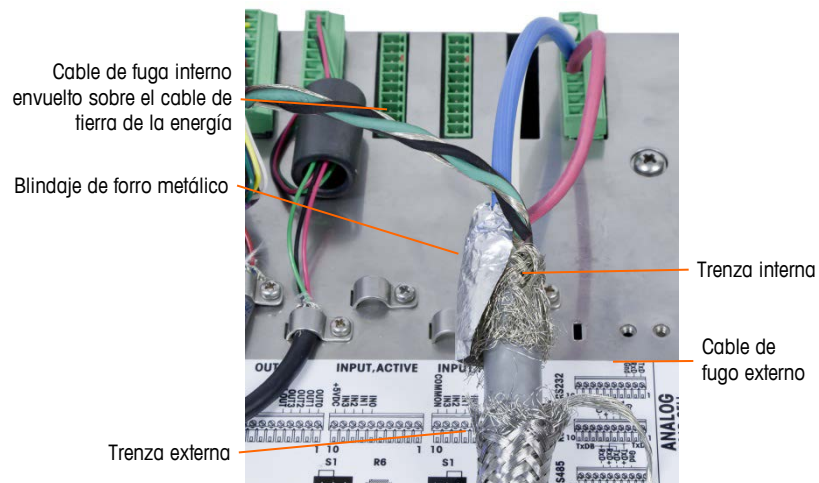

Figura 2-50: Cable de conexión POWERCELL PDX, gabinete para montaje en panel
- a. Deslice hacia atrás la trenza externa y pliegue la trenza interna recortada y el blindaje de forro metálico hacia atrás de manera uniforme sobre el borde del forro de aislamiento del cable como se muestra en la Figura 2-50.